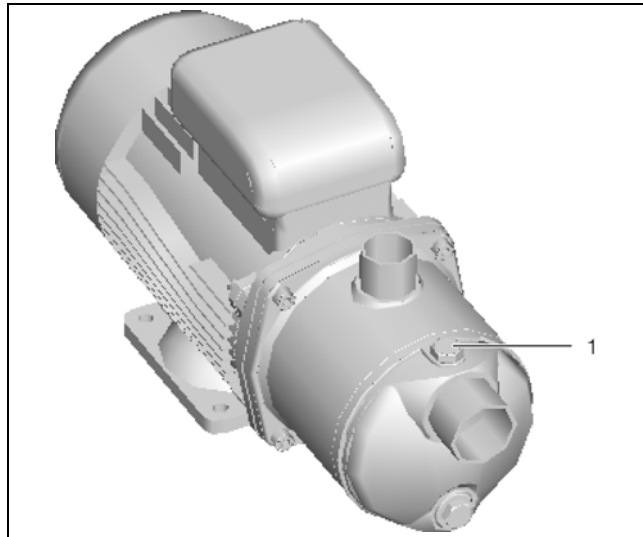

Рис. 33: Удаление воздуха из насоса
- Для удаления воздуха из насоса слегка отверните винт для выпуска воздуха, расположенный на насосе (рис. 33, поз. 1).